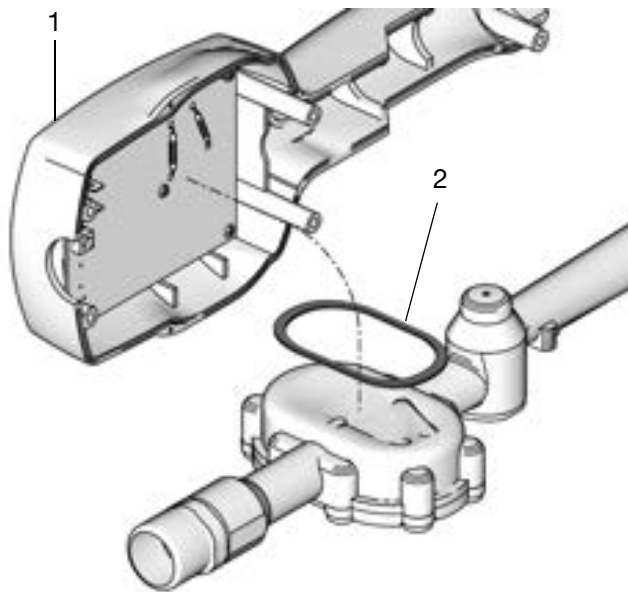

図 4
電子制御 (1) を液体セクションに据付ける際には、ガスケット (2) を適切に取り付けることが重要です(図 4)。